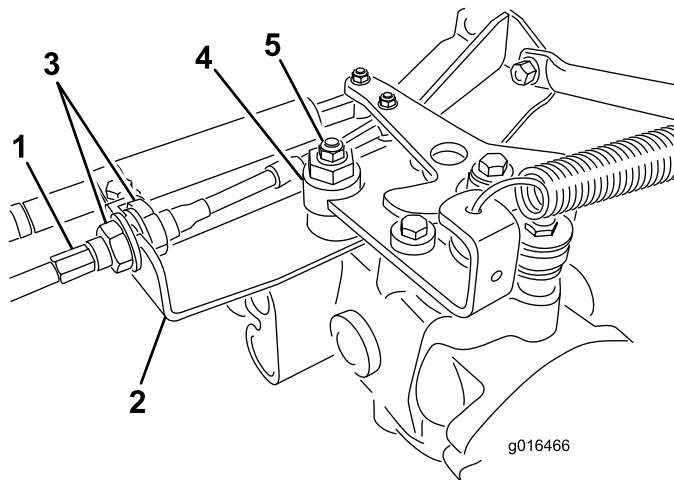

Рисунок 41
- A. Ослабьте обе контргайки, которые крепят тросик управления тягой к кронштейну на гидростате (Рисунок 41). Ослабьте контргайки одинаково и в степени, достаточной для регулировки.
Примечание: Ослабьте контргайку крепления эксцентрика к верхней части гидростата (Рисунок 41).
- E. Когда колесо перестанет вращаться, затяните гайку, которая фиксирует эксцентрик и регулировку (Рисунок 41).
- G. С каждой стороны кронштейна равномерно затяните контргайки, крепящие тяговый тросик (Рисунок 41). Не перекручивайте тросик.